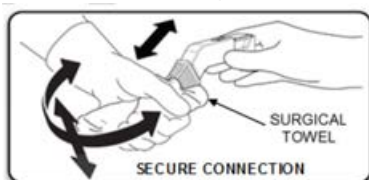

図.6
- (3) 図6のように、清潔な SURGICAL TOWEL (ガーゼ等)※を使用し、ブローチ表面を覆う。アダプターを把持しながら、ブローチを多方向に引っ張って、ブローチがアダプターに完全に接続されていること、ロックングラッチが閉じた状態であることを確認する。